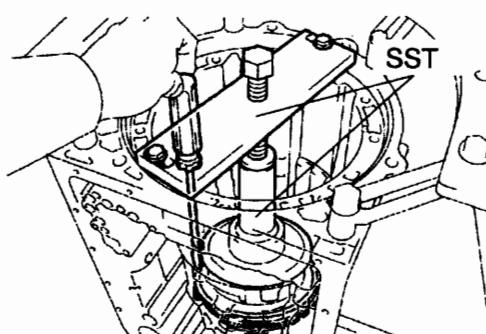

图 12-1-78
②如图 12-1-78 所示，用 SST 和压具安装 2 号制动弹簧卡环。
(17) 安装制动活塞回位弹簧卡圈。参见图 12-1-78，用 SST 和压具安装制动活塞回位弹簧。